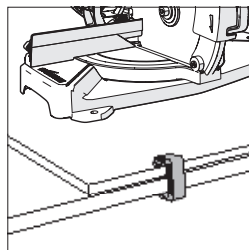

Fig. 2
- Utilize grampos de aperto para fixar a placa de madeira à superfície de trabalho (**Fig. 2**).